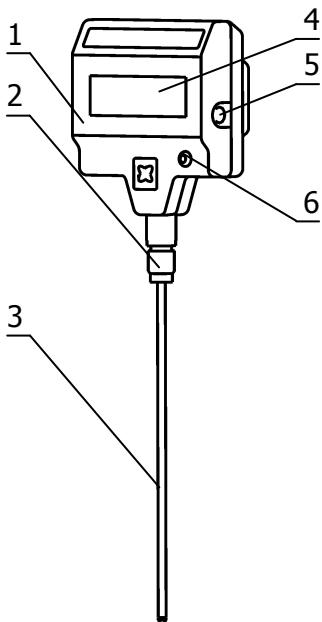

Рисунок 1 Общий вид термометра
2.2.5 Включить питание термометра кнопкой 6 (рисунок 1). Прибор не требует предварительного прогрева и сразу же готов к работе.
2.3.3 Для организации обмена данными с компьютером следует использовать кабель связи и программное обеспечение из комплекта поставки термометра. Один конец кабеля следует присоединить к разъему 5 (рисунок 1), а другой – к свободному последовательному порту компьютера. Затем следует установить программу с диска, запустив на исполнение файл *setup.exe*. Выполнить процесс установки программы, следя инструкциям инсталлятора. Для работы запустить установленную программу «ThermoChart». Описание процедуры работы с программой можно вызвать нажатием клавиши F1 на клавиатуре компьютера. Описание содержит всю необходимую информацию для успешного использования программы.